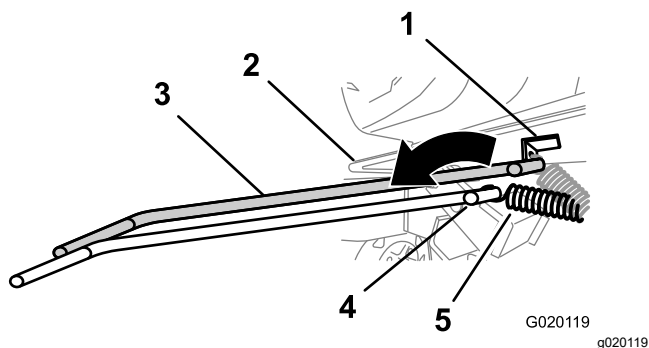

Figure 49
7. À l'aide d'un outil de dépose de ressort (réf. Toro 92-5771), déposez le ressort de la patte d'ancrage sur le plancher moteur (Figure 49).
- À l'aide d'un outil de dépose de ressort (réf. Toro 92-5771), reposez le ressort de tension sur la patte d'ancrage sur le plancher moteur (Figure 49).